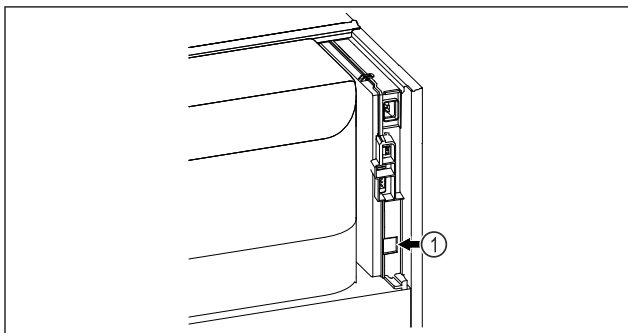

Fig. 92
- SmartModule Fig. 92 (1) er satt inn.